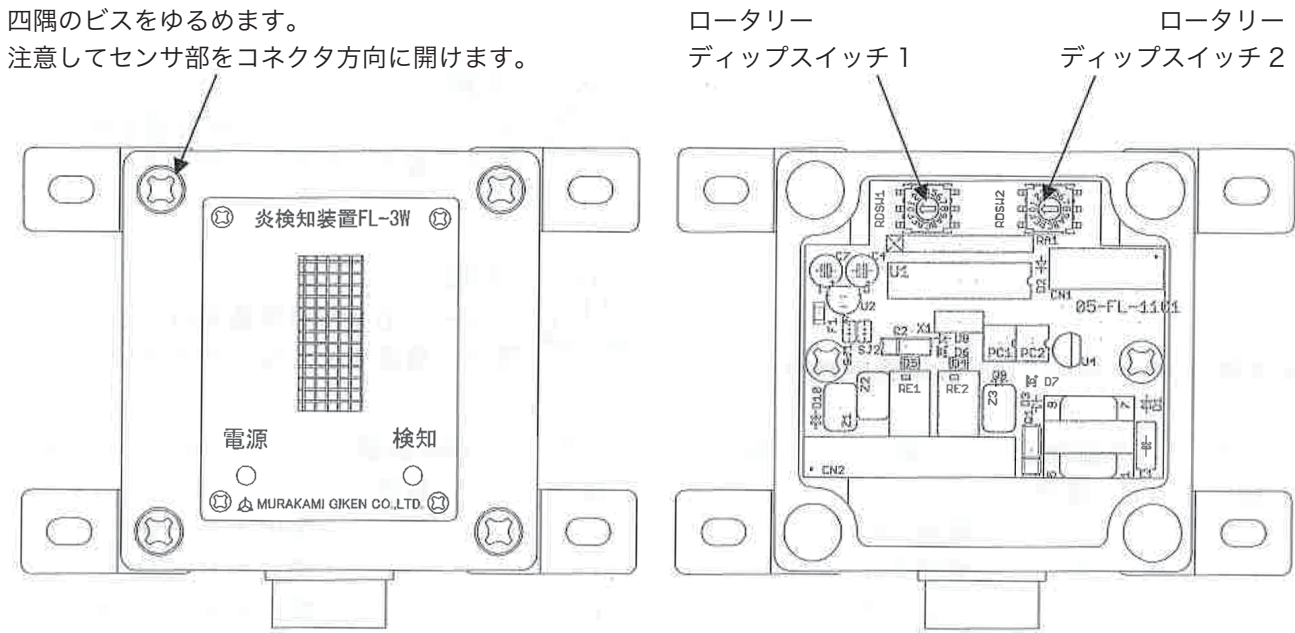

図 1. ロータリーディップスイッチの位置
(1) ロータリーディップスイッチの位置を図 1. に示します。